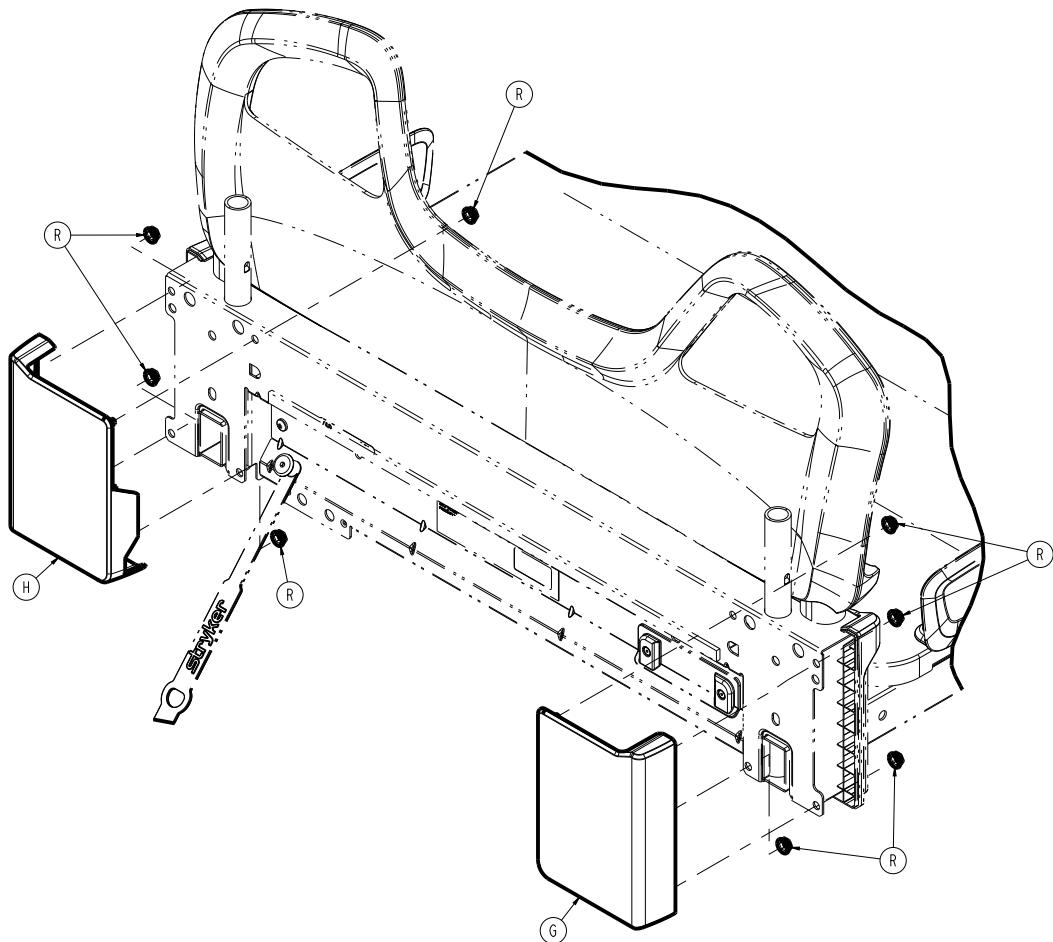

Figure 27 – Remplacement du pare-chocs
5. À l'aide d'un tournevis à douille de 7/16 po, retirer les quatre écrous (R) qui fixent le pare-chocs arrière de la tête (G, H) (Figure 27). Conserver les écrous. Retirer et jeter le pare-chocs.